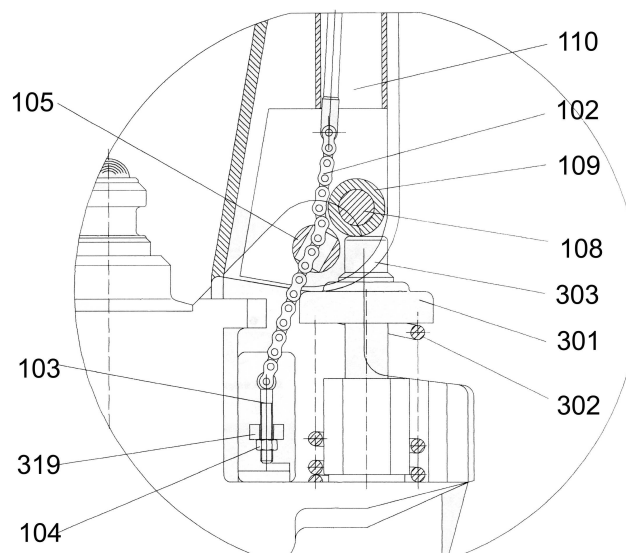

Figure 3
**2.2** Laissez la poignée de contrôle (177 ou 120G) dans la position la plus basse « **LOWER** », puis insérez l'écrou de réglage (104), vissez le boulon (103) et la chaîne (102) dans la trou de l'axe (105) avec vos mains (fig 3).